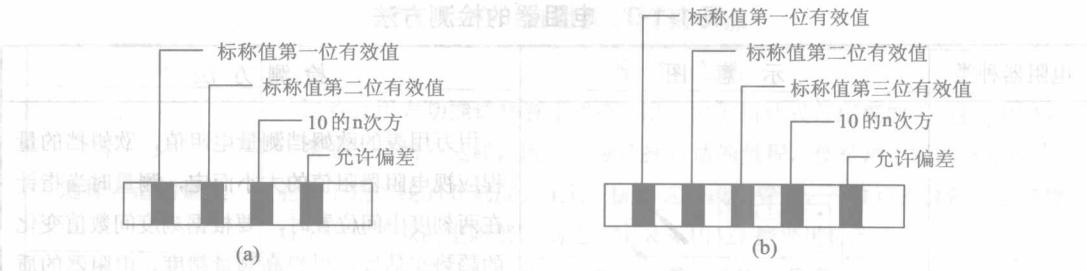
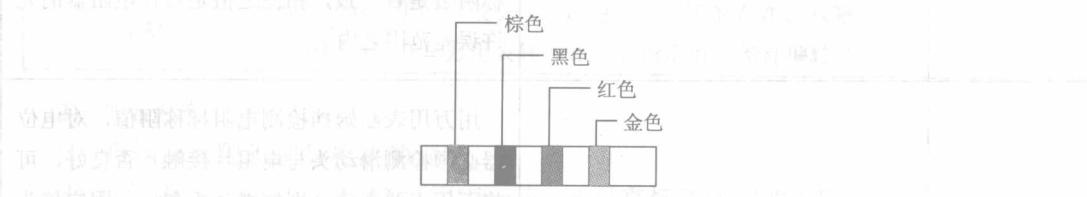

图 1-1-3 色环电阻的标识方法
图 1-1-4 四色环电阻的读数
(1) 四色环的读数方法。如图 1-1-3 所示，与电阻端部距离最近的为第一环，顺次向右为第二、第三、第四色环。各色环所代表的意义为：1、2 环为有效数字；3 环为  $10$  的  $n$  次方；4 环为误差环。例如：有一个四色环电阻如图 1-1-4 所示，则该电阻的阻值为